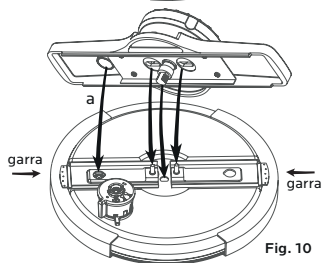

Fig. 10
- 3 - Assegure que as garras ficam sempre bem encostadas à tampa (posição de fecho) (Fig.10)
- 5 - Alinhe as posições conforme as setas da Fig.10, certificando-se que o furo do sistema de comando coincide com a posição da válvula de segurança (Fig.10.2).
- 6 - Mantenha as garras sempre bem encostadas à tampa e encaixe o novo sistema de comando no furo da tampa, garantindo que este fica bem encaixado. (Fig.10)